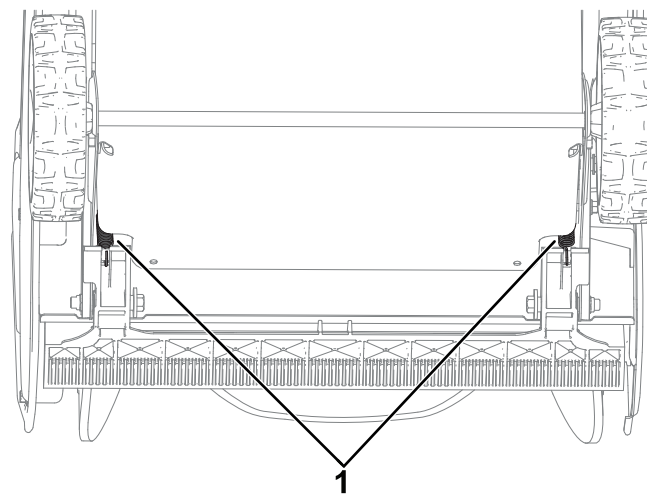

Figure 1
6. Accrochez les 2 ressorts sur la lame racleuse (Figure 1).